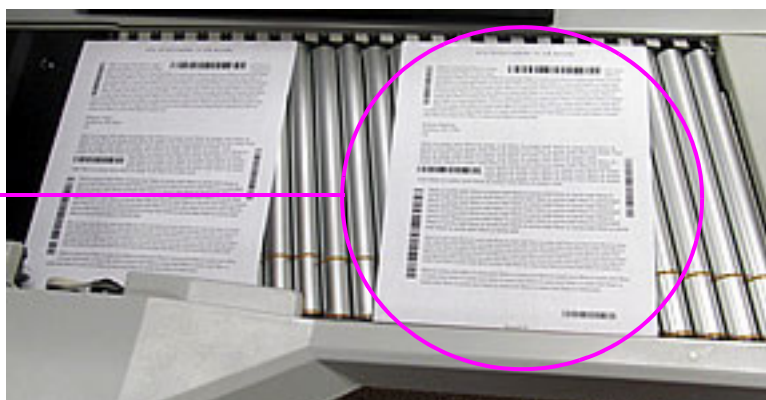

図 3-26 : 最適な配置位置
3. コンベア上に、最初の文書を 図 3-26 のように置きます。文書がスキャナを通過すると、実行画面にサムネイル画像が表示され、画像ビューアウィンドウには文書の拡大画像が表示されます。